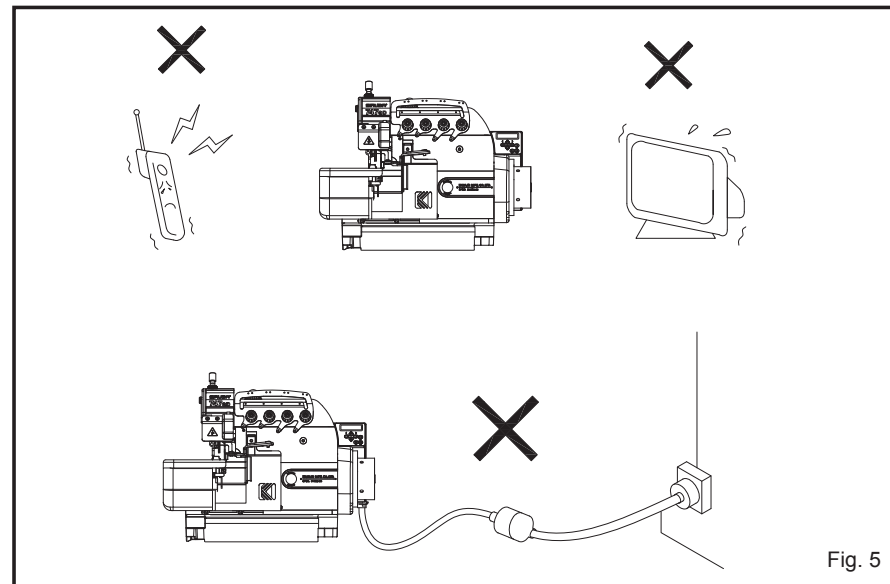

Fig. 5
1. Não instale a máquina de costura próxima a equipamentos como televisão, rádio ou telefones sem fio. Caso contrário, esses equipamentos sofrerão interferência eletrônica. (Fig. 5)